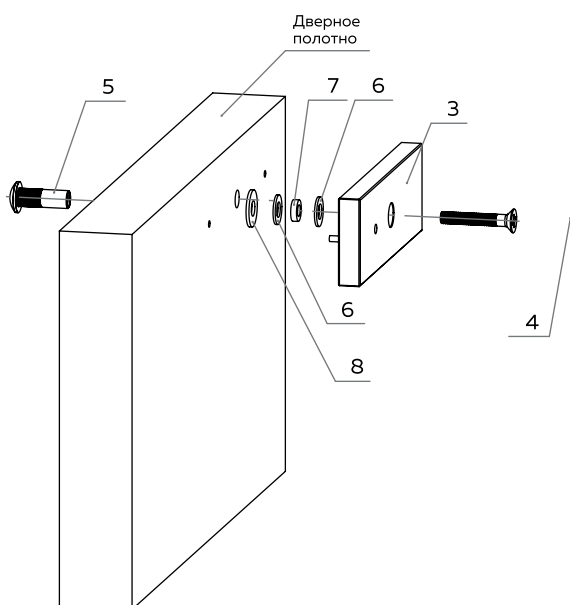

Рисунок 8
- 5** С внутренней стороны дверного полотна установить ответную планку **3** в последовательности (см. рис. 8).
ВАЖНО: Для плотного прилегания ответной планки **3** к электромагниту **1** замка необходимо обеспечить подвижность ответной планки **3** (см. рис. 9), поэтому между дверным полотном и ответной планкой **3** должно обязательно находиться кольцо резиновое **7** (см. рис. 8, 9).